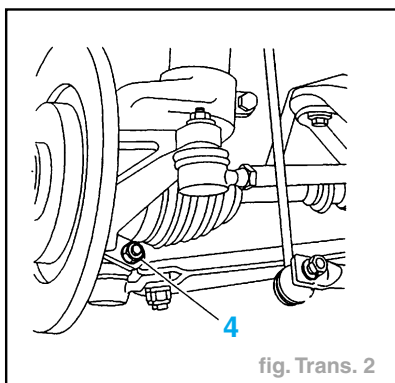

fig. Trans. 2
- la goupille (2)
- la cage en tôle (3)
- l'outil (1)
- Déposer l'écrou (4) (fig. Trans. 2).